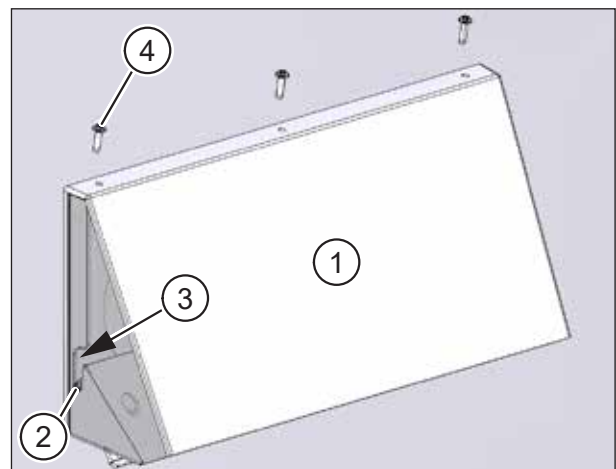

Abb. 11: Fassadenabschluss installiert
- ▶ Setzen Sie die Abdeckung (Pos. 1 in Abb. 11) so auf die Grundplatte auf, dass die Nasen der Abdeckung (Pos. 2 in Abb. 11) in die Führungen an der Grundplatte (Pos. 3 in Abb. 11) gleiten.
- ▶ Befestigen Sie die Abdeckung mit den drei Kreuzschlitzschrauben 3,5 x 16 (Pos. 4 in Abb. 11).